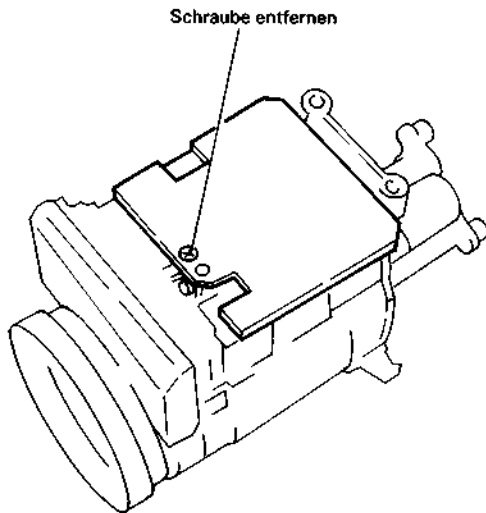

Abb. 2.112 Ausbau der Autofocus-Leiterplatte
Ausbau der Autofocus-Leiterplatte (Abb. 2.112, 2.113)
2. Die Befestigungsschraube der Autofocus-Leiterplatte lösen (siehe Abb. 2.112).
2. Die Autofocus-Leiterplatte öffnen (siehe Abb. 2.112).
2. Die Autofocus-Leiterplatte entfernen (siehe Abb. 2.112, 2.113).